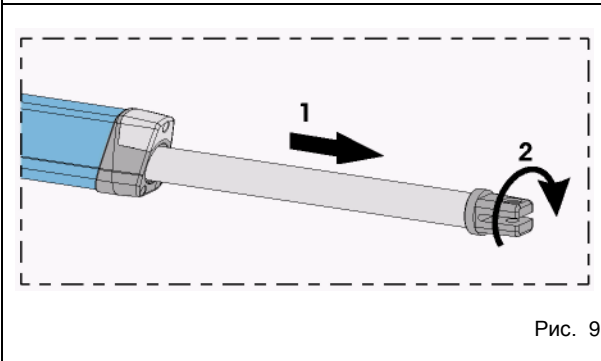

Рис. 9
- 4) Шток должен быть выдвинут на максимальную длину (рис. 9, поз. 1).
- 6) Шток необходимо повернуть в направлении по часовой стрелке на пол-оборота или на один полный оборот (рис. 9, поз. 2).